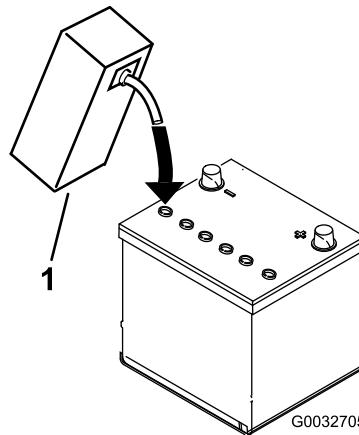

Figure 6
- Versez de l'électrolyte avec précaution dans chaque élément jusqu'à ce que les plaques soient recouvertes d'environ 6 mm de liquide (Figure 6).
- Attendez environ 20 à 30 minutes pour donner le temps aux plaques de s'imprégnier d'électrolyte. Faites l'appoint au besoin pour faire monter le niveau de liquide à environ 6 mm en dessous du creux de remplissage (Figure 6).